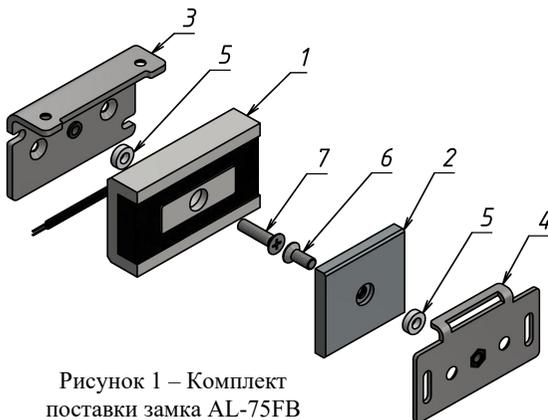

Рисунок 1 – Комплект поставки замка AL-75FB
3.1 В комплект поставки замка AL-75FB (рисунок 1) входят:
- корпус (1) - 1 шт.
- якорь (2) - 1 шт.
- уголок корпуса (3) - 1 шт.
- уголок якоря (4) - 1 шт.
- втулка (5) - 2 шт.
- винт M5x12 (6) - 1 шт.
- винт M5x20 (7) - 1 шт.